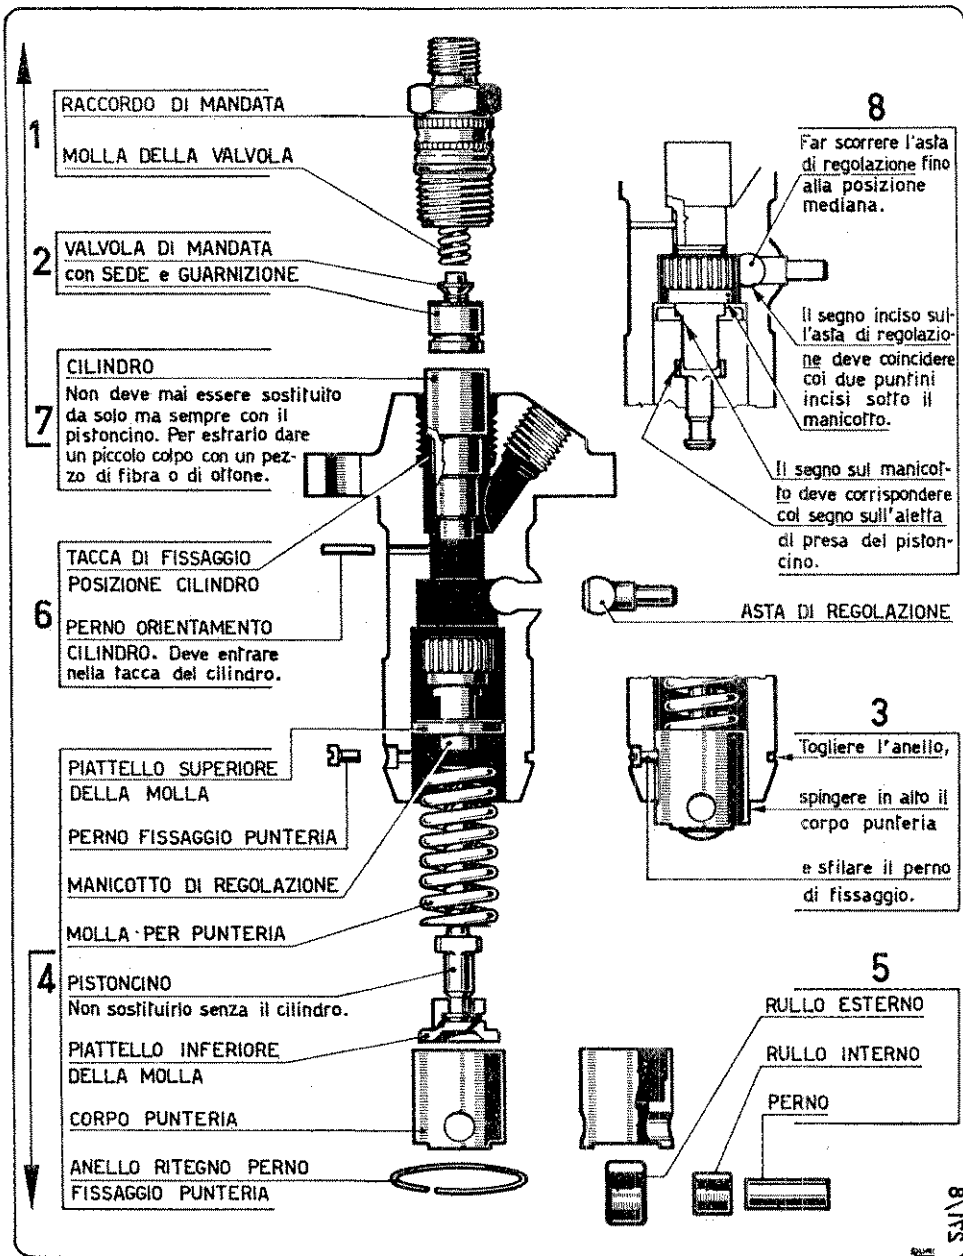

Fig. 1 - ISTRUZIONI PER LO SMONTAGGIO E IL RIMONTAGGIO DELLA POMPA INIEZIONE
A) Pompa iniezione. — E' del tipo Bosch; è fissata in apposito alloggiamento del basamento. La camma agisce sul rullino del pompante tramite un bilanciere. Per quanto riguarda le istruzioni per lo smontaggio e il rimontaggio degli elementi che compongono la pompa iniezione vedere fig. 1 a pag. 6.